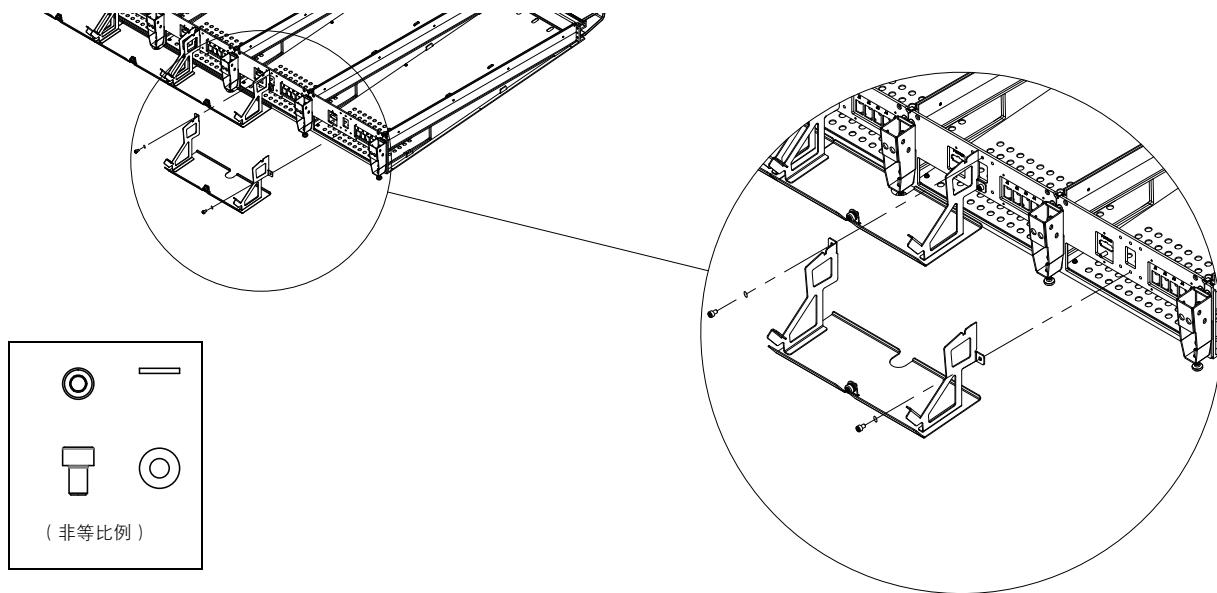

图 28 装配后面板安装支架
- 2 站在机架后端，然后从最左侧开始，使用六角紧固件和垫圈将后面板支架装配到前两个机架的后垫板上。图 28 显示了如何将其装配到机架上。